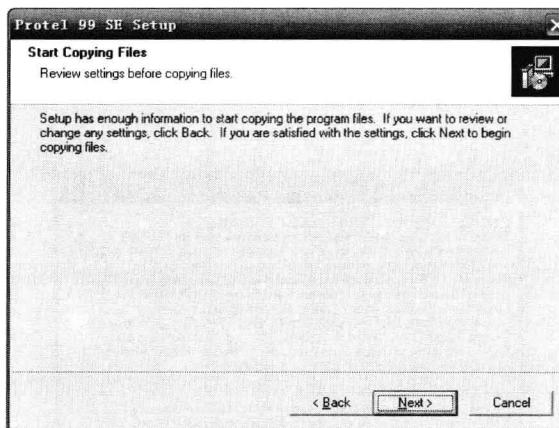

图 1-6 完成设置
(6) 设置完成, 如图 1-6 所示, 如果单击“Next”按钮则开始安装。如果需要更改设置, 则可以单击“Back”按钮回到上一步骤进行修改。